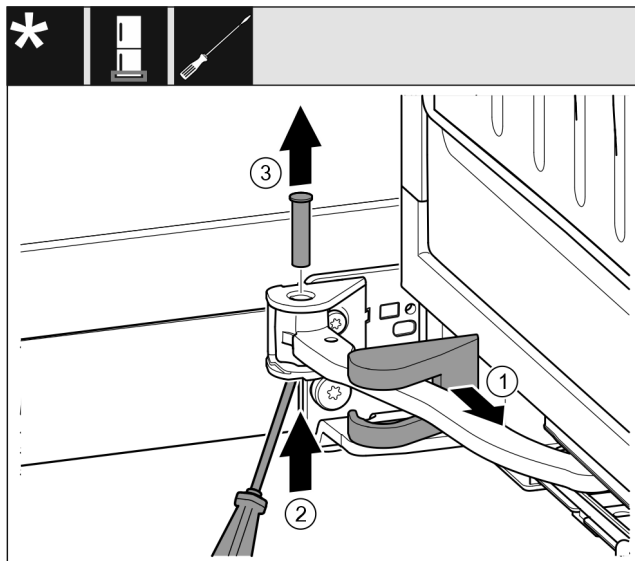

Fig. 15
- ▶ Skinite pokrov podloška ležaja Fig. 15 (1) i pomaknite ga uzduž zgloba.
- ▶ Odvijačem podignite svornjak Fig. 15 (2) odozgo.
- ▶ Izvucite svornjak Fig. 15 (3) odozgo.